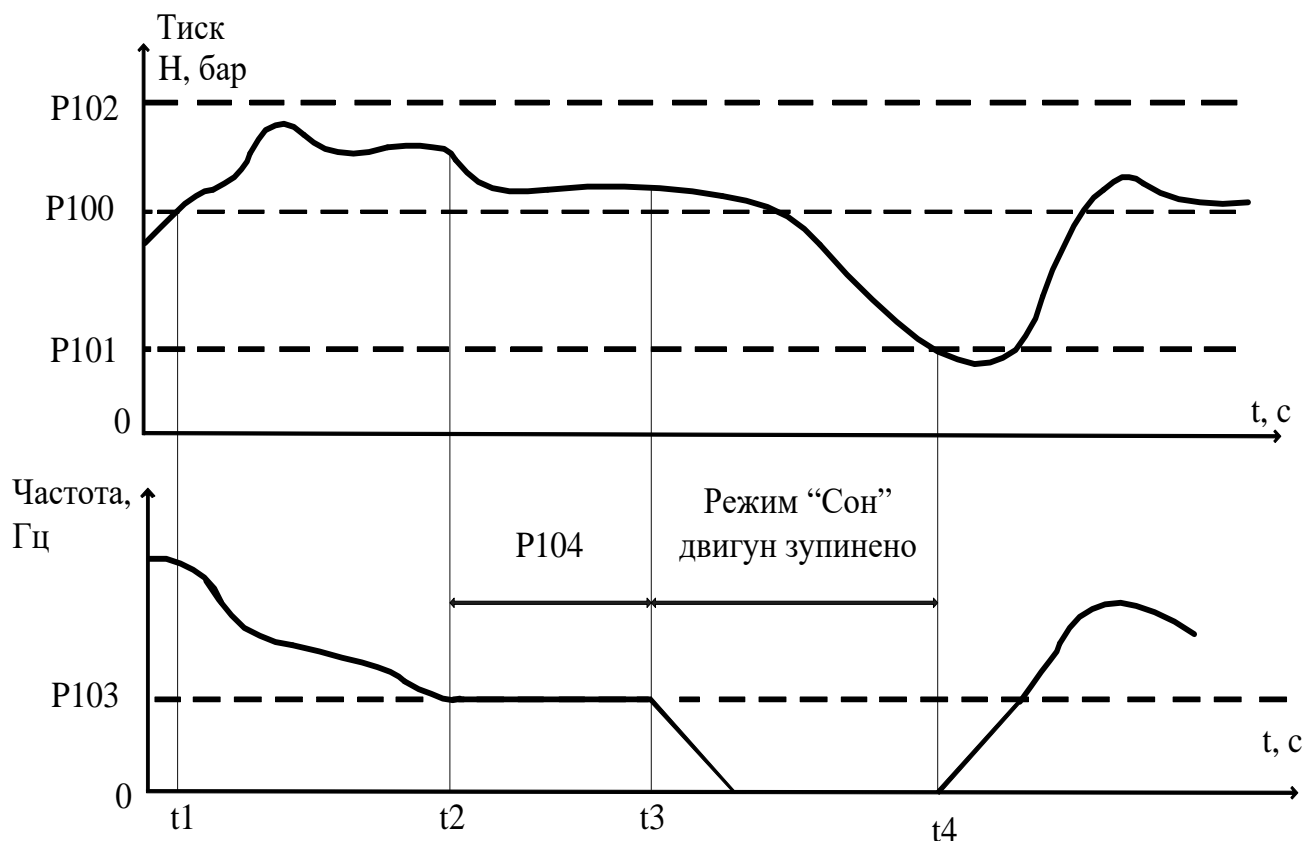

Рисунок 2 – діаграма роботи насоса в режимі “Сон”
1. Якщо тиск в системі підіймається вище заданого користувачем значення ($P100$), але не більше верхнього порогу ($P102$) (момент часу t_1) (див.рис.2) і при цьому ПІД-регулятор скинув оберти двигуна до *нижньої робочої частоти* (момент часу t_2) то запускається таймер, який відраховує *заданий користувачем час* ($P104$) для переходу в режим “Сон” (момент часу t_3).